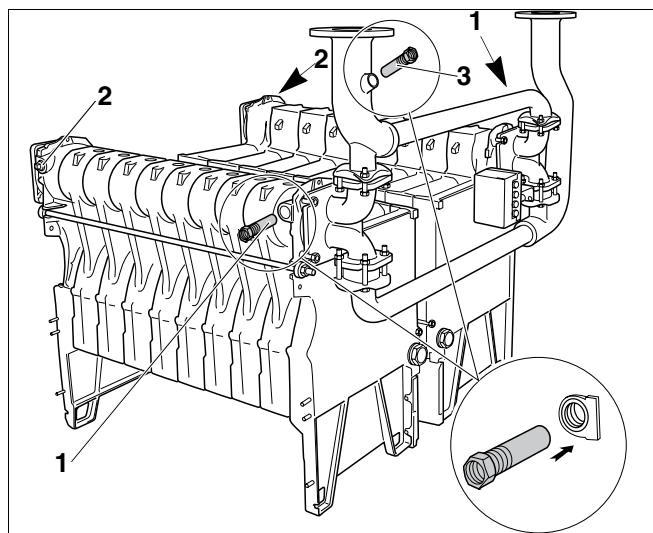

Рис. 32 Установка гильз для датчиков и заглушек
- На внешней стороне правого и левого котловых блоков установить гильзы для датчиков (рис. 32, **поз. 1**) и заглушки $\frac{3}{4}$ " (рис. 32, **поз. 2**).
- Установить третью гильзу (рис. 32, **поз. 3**, см. монтажный материал) в трубу подающей линии.